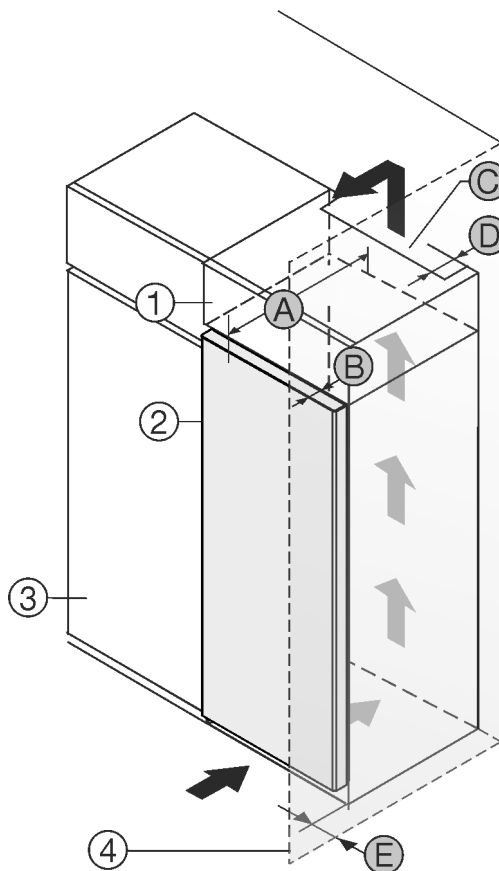

Fig. 1
Ju mund ta instaloni pajisjen direkt ngjitur me dollapin e kuzhinës Fig. 1 (3)*
Në faqen e pasme të dollapit së montimit duhet të ketë një hapësirë ajrimi me thellësi Fig. 1 (D) në të gjithë gjerësinë e dollapit të montimit.*
Nën mbulesën e hapësirës duhet respektuar seksioni tërthor i qarkullimit të ajrit Fig. 1 (C)*
Nëse instaloni pajisjen me mentesha pranë një muri Fig. 1 (4), atëherë duhet që distanca midis pajisjes dhe murit të jetë të paktën 13 mm *
Nëse instaloni pajisjen me mentesha pranë një muri Fig. 1 (4), atëherë duhet që distanca midis pajisjes dhe murit të jetë të paktën 20 mm *
Në mënyrë që dera të mund të hapet plotësisht, duhet që pajisja të dalë jashtë përpara kanatit të dollapit të kuzhinës sa thellësia e derës Fig. 1 (B). Në varësi nga thellësia e dollapëve të kuzhinës Fig. 1 (3) dhe përdorimi i ruajtësve të distancës nga muri, pajisja mund të dalë më shumë përpara dollapit.*